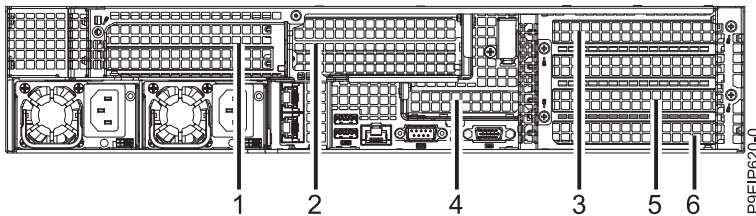

Figure 52. Positions des cartes PCIe 9006-22P
2. Une carte peut partager un connecteur de bus PCIe avec d'autres cartes. Voir figure 52.